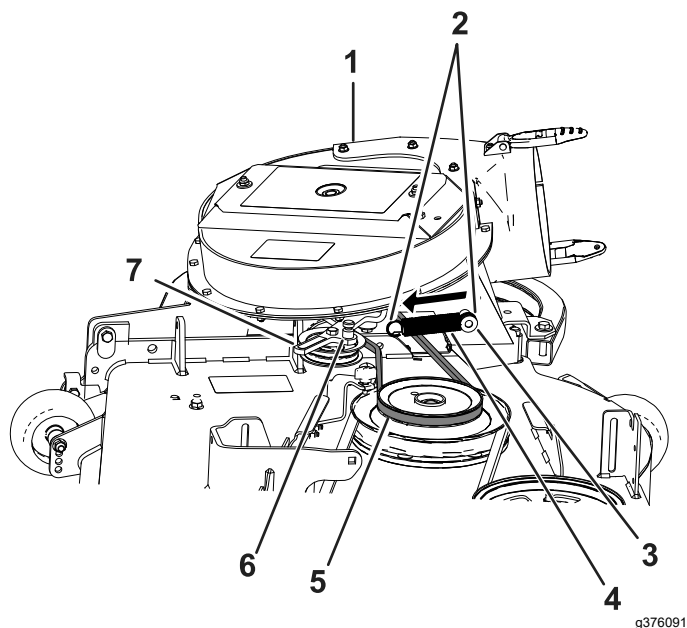

Figura 36
2. Enrute la correa provisionalmente por debajo de la polea motriz (Figura 36).
3. Mueva el soporte de la polea tensora hacia el anclaje fijo del muelle, e instale el muelle colocando el gancho del muelle en el anclaje del muelle (Figura 36).
4. Aleje la polea tensora con muelle del anclaje fijo del muelle, y enrute la correa alrededor de la polea motriz (Figura 36).